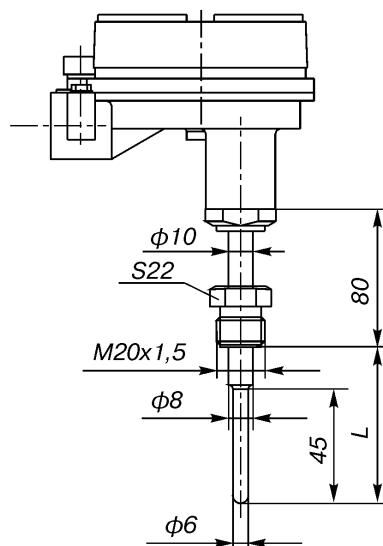

Рис.25 (ост.см.рис.7), (штуцер подвижный)
- 25¹⁾** по рис.25 (только для ТСМУ Метран-274-Exd, ТСПУ Метран-276-Exd)